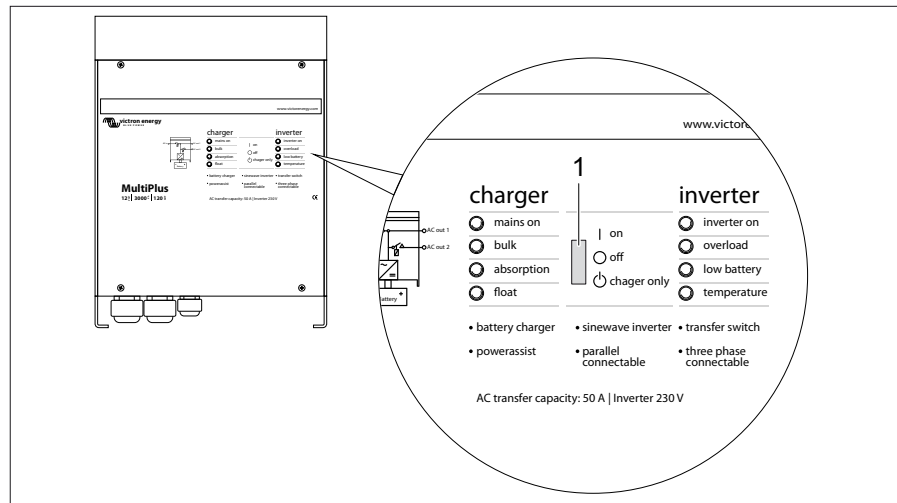

Bild 254 Wechselrichter MultiPlus
Zur ordnungsgemäßen Funktion des Digital Multi Control Panels muss der Kippschalter am Wechselrichter MultiPlus (Bild 254,1) auf "on" stehen.
#### Stellungen des Kippschalters (Bild 254,1)
- ▷ Liegt kein 230-V-Anschluss an und das Fahrzeug wird länger nicht benutzt, muss der Kippschalter (Bild 254, 1) auf "off" stehen. Ansonsten kann es sein, dass die Batterien nach spätestens 3-4 Tagen leer sind.